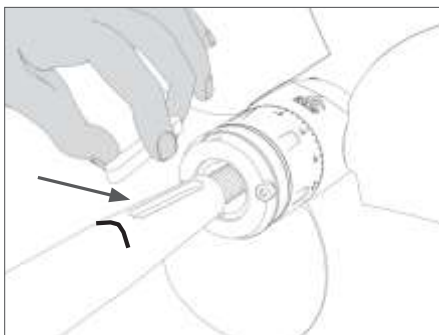

FIG. 12 Inserimento della chiavetta sull'asse
- Inserire la chiavetta sull'asse (**Fig. 12**).